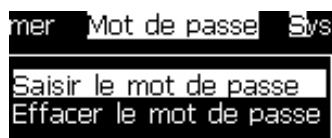
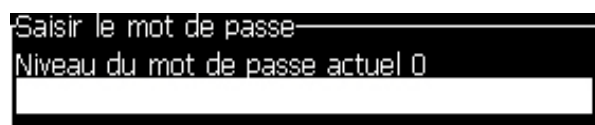

Figure 4-2 : Saisir le mot de passe
Figure 4-3 : Niveau de protection 0
- 2 Appuyez sur *Alt + w*. Sélectionnez l'option *Saisir Mot de Passe* (Voir Figure 4-2) et appuyez sur la Touche *Entrée*. L'écran *Saisir Mot de passe* apparaît (voir Figure 4-3).